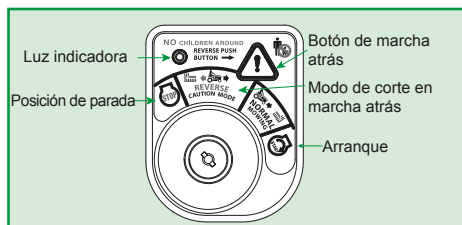

Figura 15
2. Gire la llave de la posición de modo de corte normal (NORMAL MOWING, verde) a la posición de corte en marcha atrás (REVERSE CAUTION MODE). Ver Figura 15;
- Presione el botón de marcha atrás (REVERSE PUSH BUTTON, triangular naranja) en el tope derecho del módulo de arranque. La luz roja en la parte superior izquierda del módulo de arranque se encenderá indicando que el modo corte en marcha atrás está encendido. Ver Figura 15;